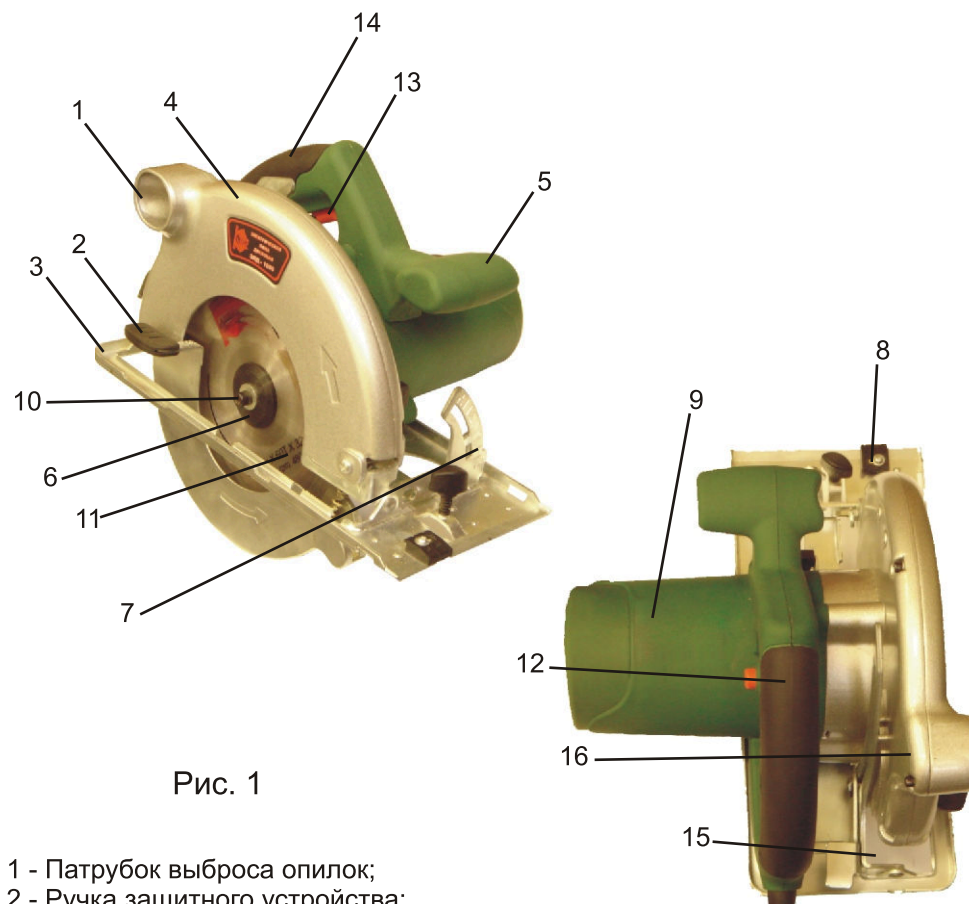

Рис. 1
4.1 Общий вид пилы представлен на Рис.1